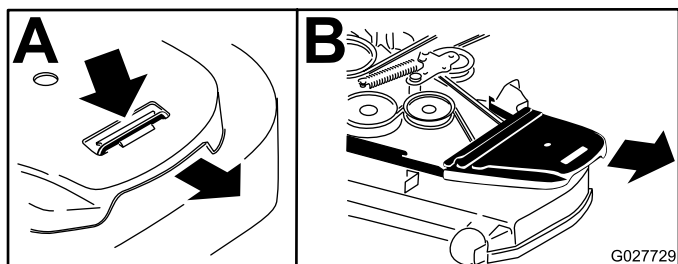

Bild 60
5. Entfernen Sie die Schrauben, mit denen die Riemenabdeckungen befestigt sind und entfernen sie diese (Bild 60).